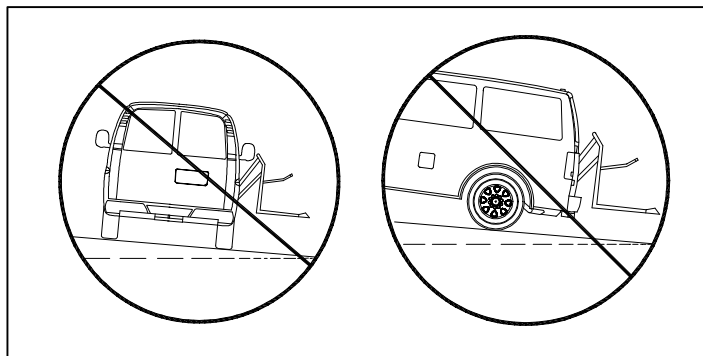

FIGURA 1: PERIGO COM O VEÍCULO ESTACIONADO EM DECLIVE
- Consulte a Figura 1. É perigoso usar o elevador quando o veículo estiver estacionado em declive. Sempre opere o elevador com o veículo estacionado seguramente numa área plana.